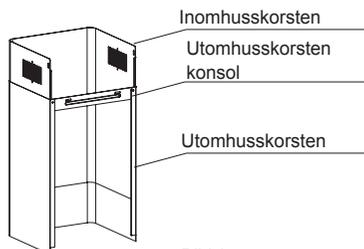

Bild 8
- Fäst den platta konsolen bakom utomhusskorstenen. Se Bild 8.